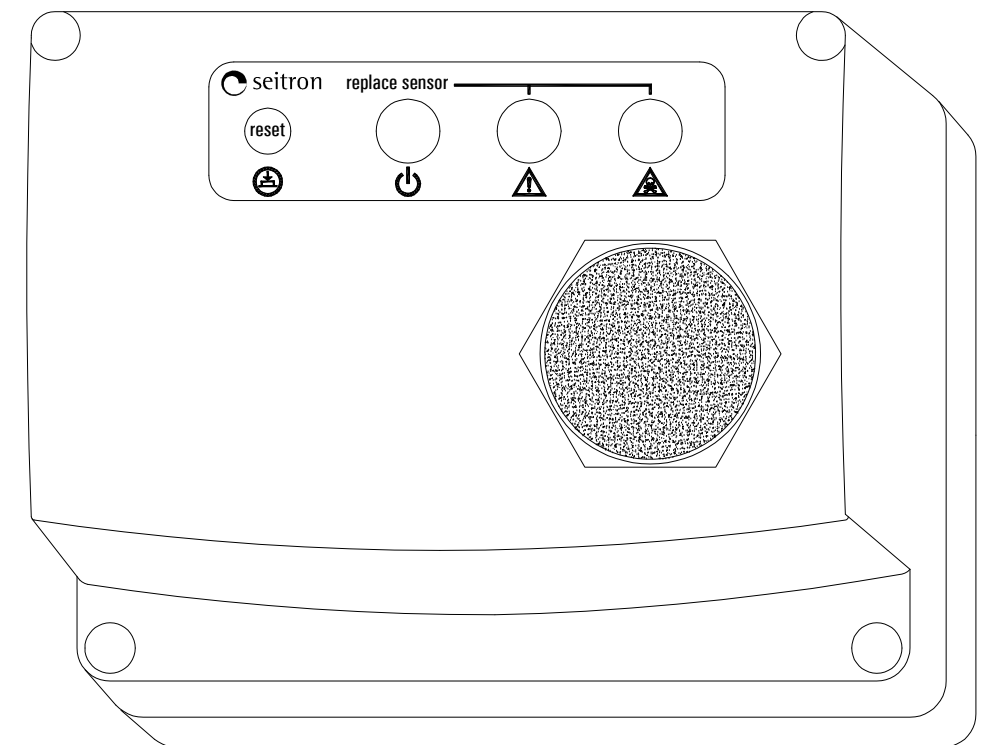

Fig. 1: Aspetto esteriore / External aspect / Aspect extérieur / Aspecto exterior
L'RGIC00L42 (Рис. 1) - это электронное микропроцессорное устройство, отвечающее необходимости обеспечения безопасности в случае, если использование бытового или промышленного оборудования может привести, ввиду плохого сгорания или неправильного функционирования, к загрязнению воздуха CO. Предусмотрен визуальный и звуковой двухуровневый сигнал тревоги:
El monóxido de carbono (CO) es un gas extremadamente tóxico y muy peligroso: siendo este incoloro e inodoro, imperceptible para las personas si no por las graves consecuencias que provoca, aunque sean inhalaciones reducidas. El RGICO0L42 (Fig. 1) es un dispositivo electrónico a microprocesador que responde a las necesidades de seguridad allí donde el uso de aparatos domésticos e industriales comporte riesgos, a causa de una mala combustión o de un funcionamiento irregular, por contaminación con CO.